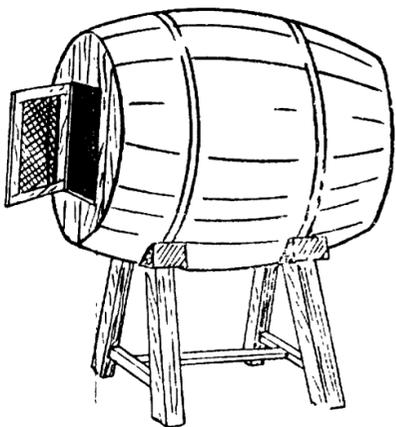

Рис. 11. Клетка из бочки
**Клетки из деревянных бочек** (рис. 11). Дно бочки служит задней стенкой клетки, а с противоположной стороны делается сетчатая дверца. Внутри бочки настиляют сетчатый или реечный пол на высоте 10—15 см от ее боковой стенки, которая служит теперь дном.